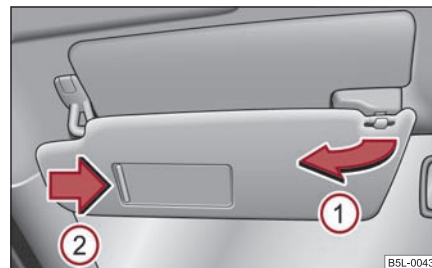

Fig. 68 Parasolarele: Răbătarea
Parasolarul conducătorului și al pasagerului din dreapta pot fi scoase din suporturi și îndreptate către uși ① ⇒ fig. 68.